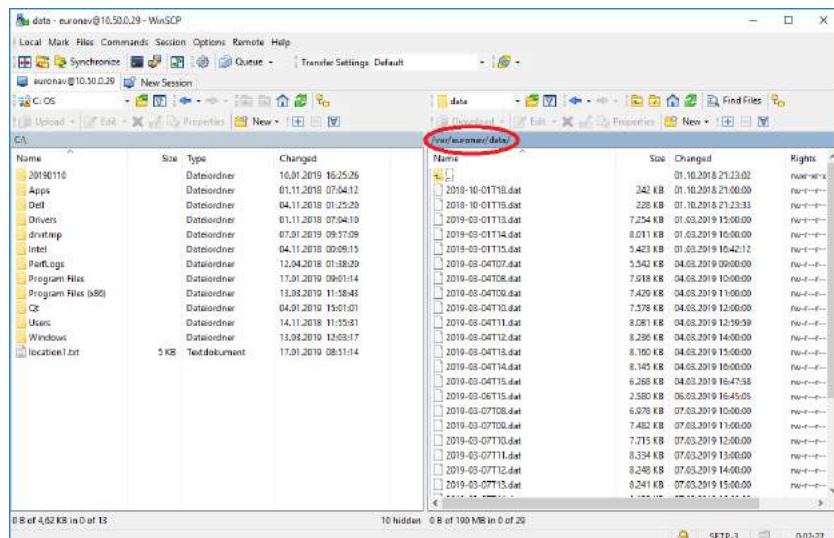

Abbildung 18: WinSCP Daten-Verzeichnis
- Navigieren Sie in WinSCP zum „/var/euronav/data/“-Verzeichnis des A10-RTK (vgl. Abb. 18).